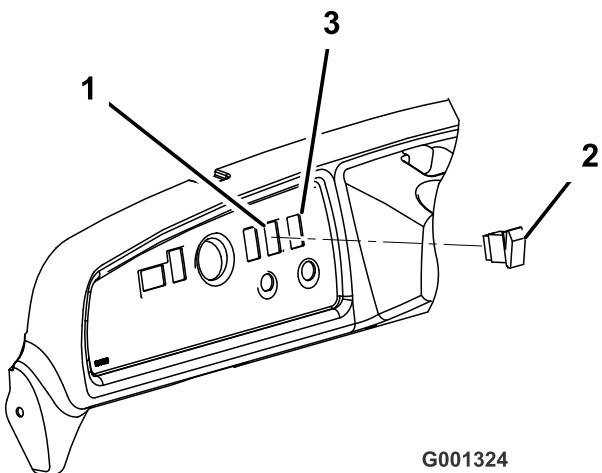

図 5
1. ダッシュボードの右側についている打ち抜きプラグを打ち抜いて外す(図 5)。
2. ダッシュボードのハーネス用コネクタにスイッチをはめ込む。スイッチをダッシュボードにはめこむ(図 5)。